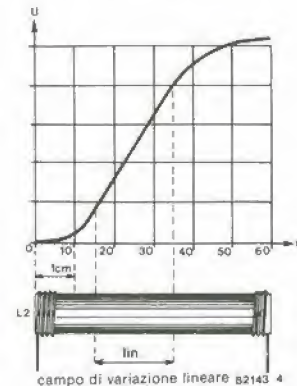
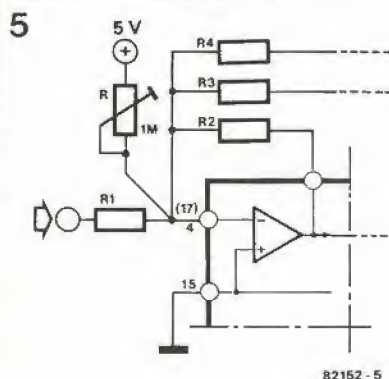

Figura 4. La relazione tra il movimento del nucleo e la tensione d'uscita, presentata in forma di grafico: un aiuto indispensabile per una corretta taratura.
Figura 5. L'applicazione mostrata in figura 4 può aver bisogno di una regolazione dell'offset mediante un potenziometro trimmer da 1 M Ω.
Per tarare con precisione il circuito sarà necessario tracciare una curva dell'induzione, come quella di figura 4.
Infilare il nucleo spingendolo dentro la bobina di un mm alla volta, prendendo nota ad ogni passo della tensione d'uscita. Collegando tra loro i diversi punti, si potrà disegnare una curva (vedi figura 4). Potrete rilevare dalla suddetta curva, che la relazione tra il movimento del nucleo e la tensione d'uscita è lineare solo entro determinati limiti. Con tutti questi dati a disposi-
- Ultima, ma non meno importante, la figura 4, che illustra un circuito standard di filtro a variabile di stato.
Il filtro a variabile di stato è rappresentato in figura 4. Esso dispone di un'uscita in passa-banda, di una in passa-alto e di una in passa-basso. Si potrà realizzare molto facilmente una
Per il modo di operazione che appare in figura 4 sono necessarie alcune parole di avviso. Permettendo bassi rapporti R_2/R_4 ed un elevato fattore Q, l'uscita del passa-basso mostrerà un offset c.c. di un paio di volt e perciò converrà inserire una regolazione dell'offset stesso. In un caso di questo genere, suggeriamo di usare, per regolare l'offset, il metodo della figura 5.
Figura 4. Una delle due metà di un MF 10 usata come filtro universale di secondo ordine per uscite passa-alto, passa-banda, passa-basso e notch. Per la funzione "notch" necessita un amplificatore operazionale supplementare. In questo schema, il piedino 6 dovrà essere collegato ad U_b .
Lo strato di ossido di alluminio si ottiene anodizzando il lamierino di alluminio. L'anodizzazione è un procedimento elettrolitico eseguito immergendo l'alluminio in un apposito bagno elettrolitico (figura 5). Si applica una tensione (tensione di attivazione) tra il bagno e l'alluminio che funziona da anodo (segno positivo). Gli ioni ossigeno (con carica negativa), presenti nella soluzione, si combinano con l'alluminio e lo spessore dello strato di ossido che si forma dipende dalla tensione di attivazione e perciò potrà essere controllato con molta precisione. Il foglio di alluminio anodizzato è infine pronto per l'impiego come anodo nei condensatori elettrolitici.